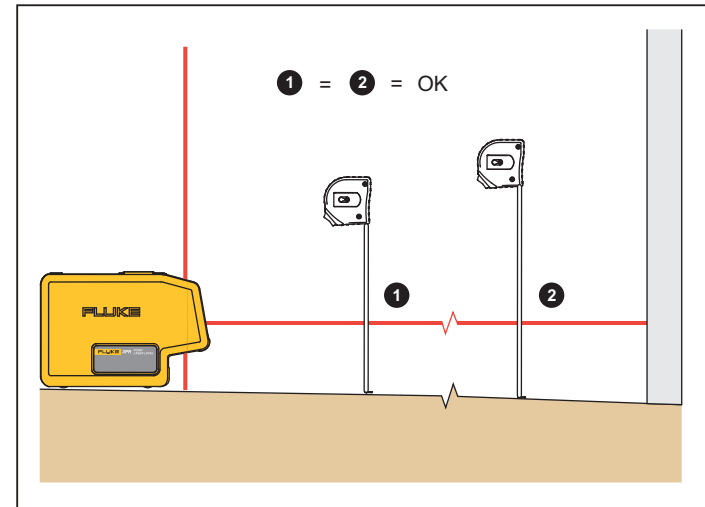

Abbildung 2. Niveau eines vorhandenen Elements
2. Die Entfernung zwischen Element und Laser messen. Siehe Abbildung 2.